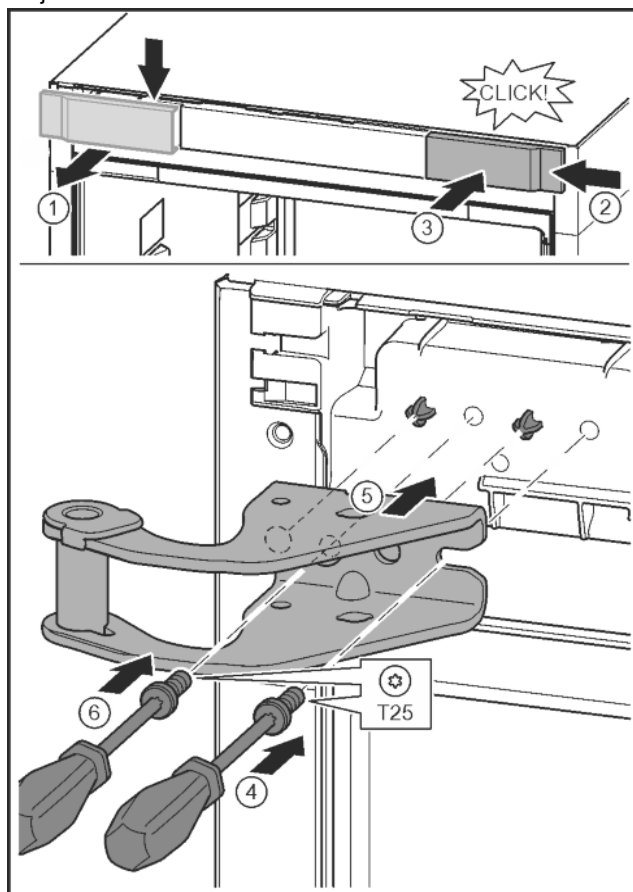

Fig. 11
- ▶ Kryt uvolněte a sejměte do strany. Fig. 11 (1)
- ▶ Kryt otočený o 180° zavěste na druhé straně zprava. Fig. 11 (2)
- ▶ Zaklapněte kryt. Fig. 11 (3)
- ▶ Šroubovákem T25 nasadíte šrouby. Fig. 11 (4)
- ▶ Nasadíte horní stojan ložiska. Fig. 11 (5)
- ▶ Utáhněte šroub. Fig. 11 (4)
- ▶ Šroubovákem T25 vložte šroub a utáhněte. Fig. 11 (6)